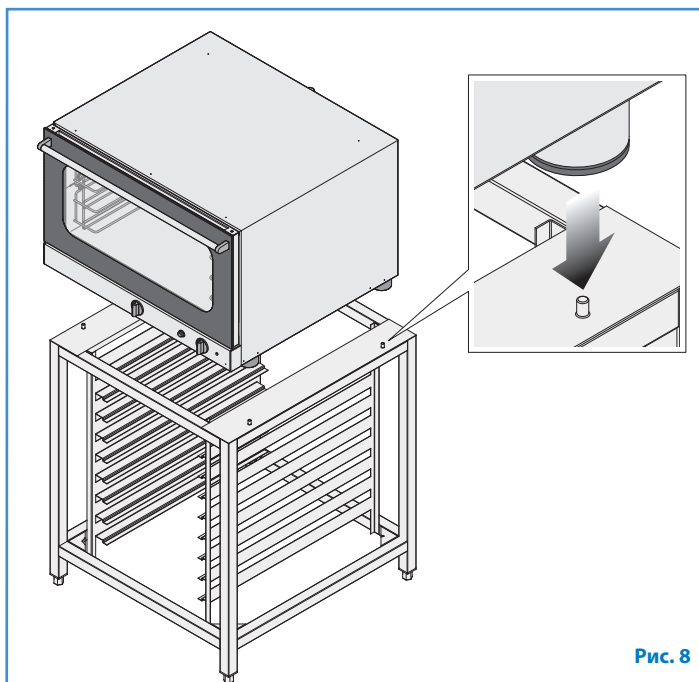

Рис. 8
- **стенде (Рис. 8)**, вставьте ножки печи в предусмотренные пазы.